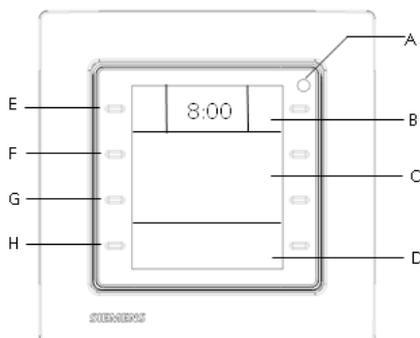

Bild: 1
LED-Anzeige (siehe Bild 1):
Bedienung und Anzeige (siehe Bild 1):
In den Programmiermodus gelangt man, in den Seiten der Systemeinstellungen, durch gleichzeitiges Drücken der Tasten B und B` für mindestens 5 Sekunden. Mit der Taste A` in der obersten Zeile wird der Programmiermodus aktiviert bzw. deaktiviert. Die LED (Bild 1, (A)) leuchtet rot und zeigt den aktivierten Programmiermodus an. Nach der Übernahme der physikalischen Adresse erlischt die LED und der Programmiermodus ist beendet.